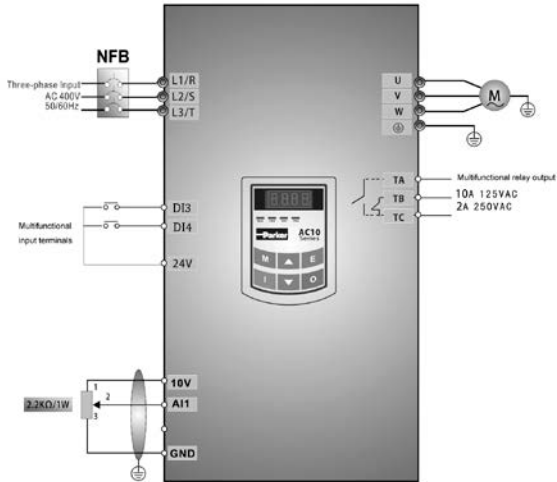

Abbildung 4-3 Verdrahtungsplan 3
(1) Verbinden Sie die Kabel entsprechend Abbildung 4-3. Nachdem die Verkabelung erfolgreich überprüft wurde, schalten Sie den Belüftungsschalter und den Wechselrichter ein. Hinweis: Zum Einstellen der externen Analogsignale kann ein Potentiometer 2K – 5K verwendet werden. Bei höheren Anforderungen an die Präzision verwenden Sie ein präzises Mehrgangpotentiometer und abgeschirmte Kabel für die Kabelverbindungen, wobei das nahe Ende der Abschirmungsschicht zuverlässig geerdet sein muss.